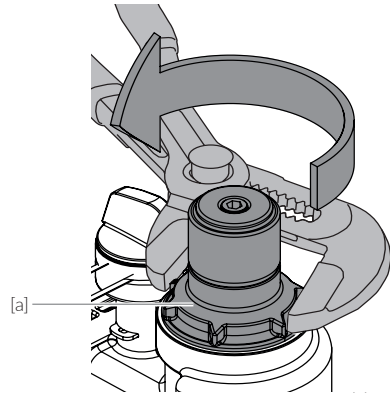

Abb. 9.10
- / Abb. 9.10: Schraubkappe [a] mit Hilfe einer Armaturenzange in Pfeilrichtung drehen und aus dem Ventilkörper lösen